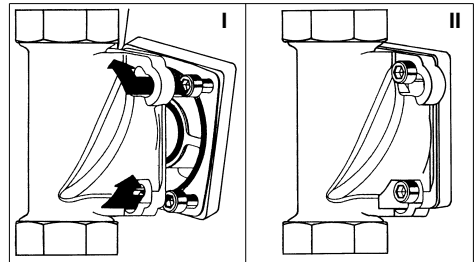

Abb. 7: Einbaudrehflansch mit Bajonett
- An den Einbaudrehflansch so ansetzen, dass die Schraubenköpfe durch die Bajonettbohrungen hindurchgehen (siehe Abb. 7 I).
- Die vier Zylinderschrauben M6x130 fest anziehen (siehe Abb. 7 II).
- Die Wasserenthärtungsanlage so an den mit „G“ gekennzeichneten Flansch des Umgehungsventils ansetzen, dass die Schraubenköpfe durch die Bajonettbohrungen hindurchgehen (siehe Abb. 7 I).